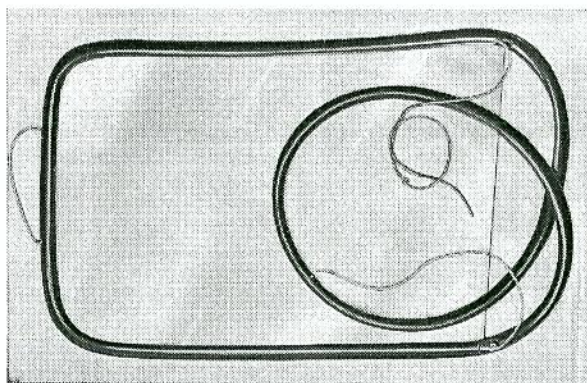

Bild 27. Vindruta med gummitätning.
2. Placera den ena rutan i gummitätningen och lägg in snöret i skåran för karossens styrkant, bild 27.